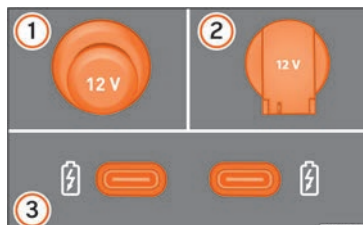

Abb. 158 12-Volt-Steckdosen im Fahrzeug
>>> (Abb. 158)
Je nach Ausstattung und Land kann das Fahrzeug auch über USB-Anschlüsse mit **ausschließlicher Lade- oder Steckdosenfunktion** >>> (Abb. 158) ③ verfügen.